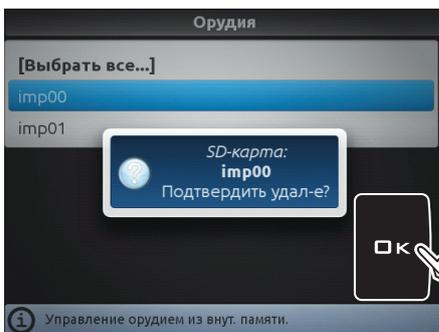

Рис. 247
- Сообщение, как на Рис. 247, появится на дисплее: подтвердите удаление, нажимая **OK**.